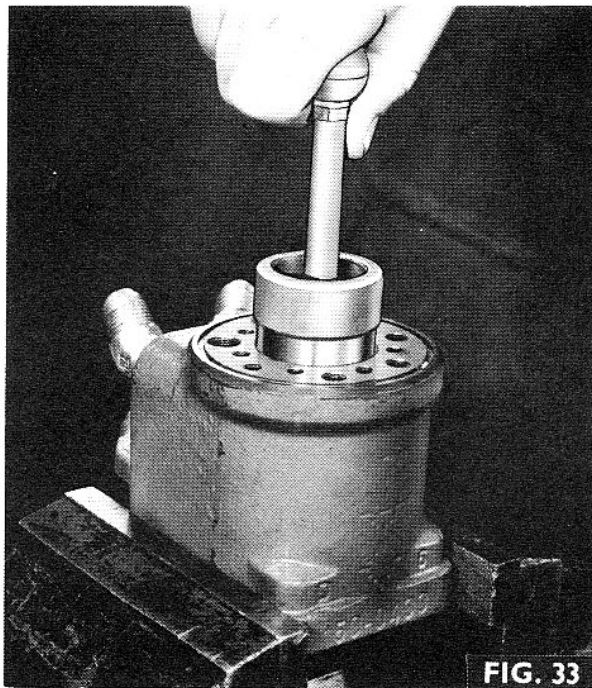

FIG. 33
8. Fig. 33. Placer le corps (136) dans un étau comme indiqué puis glisser à l'intérieur le manchon de l'outil MS 62. Glisser doucement la pièce interne de l'outil MS 62 dans le manchon en la poussant vers le bas et en la faisant tourner doucement jusqu'à ce qu'on sente une résistance marquée.
9. Retirer la pièce interne de l'outil MS 62, puis le manchon en laissant le joint torique (126) et le joint d'appui (125) bien positionnés dans le corps.